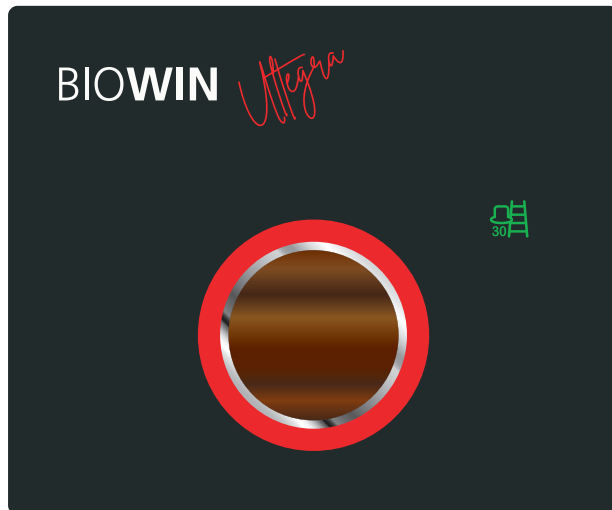

Fig. 23 Non iniziare la misurazione finché il simbolo e l'anello colorato non smettono di lampeggiare
**Nota:** Non iniziare la misurazione finché il simbolo spazzacamino 30 %  e l'anello colorato non smettono di lampeggiare e si accendono in modo fisso – Fig. 23.